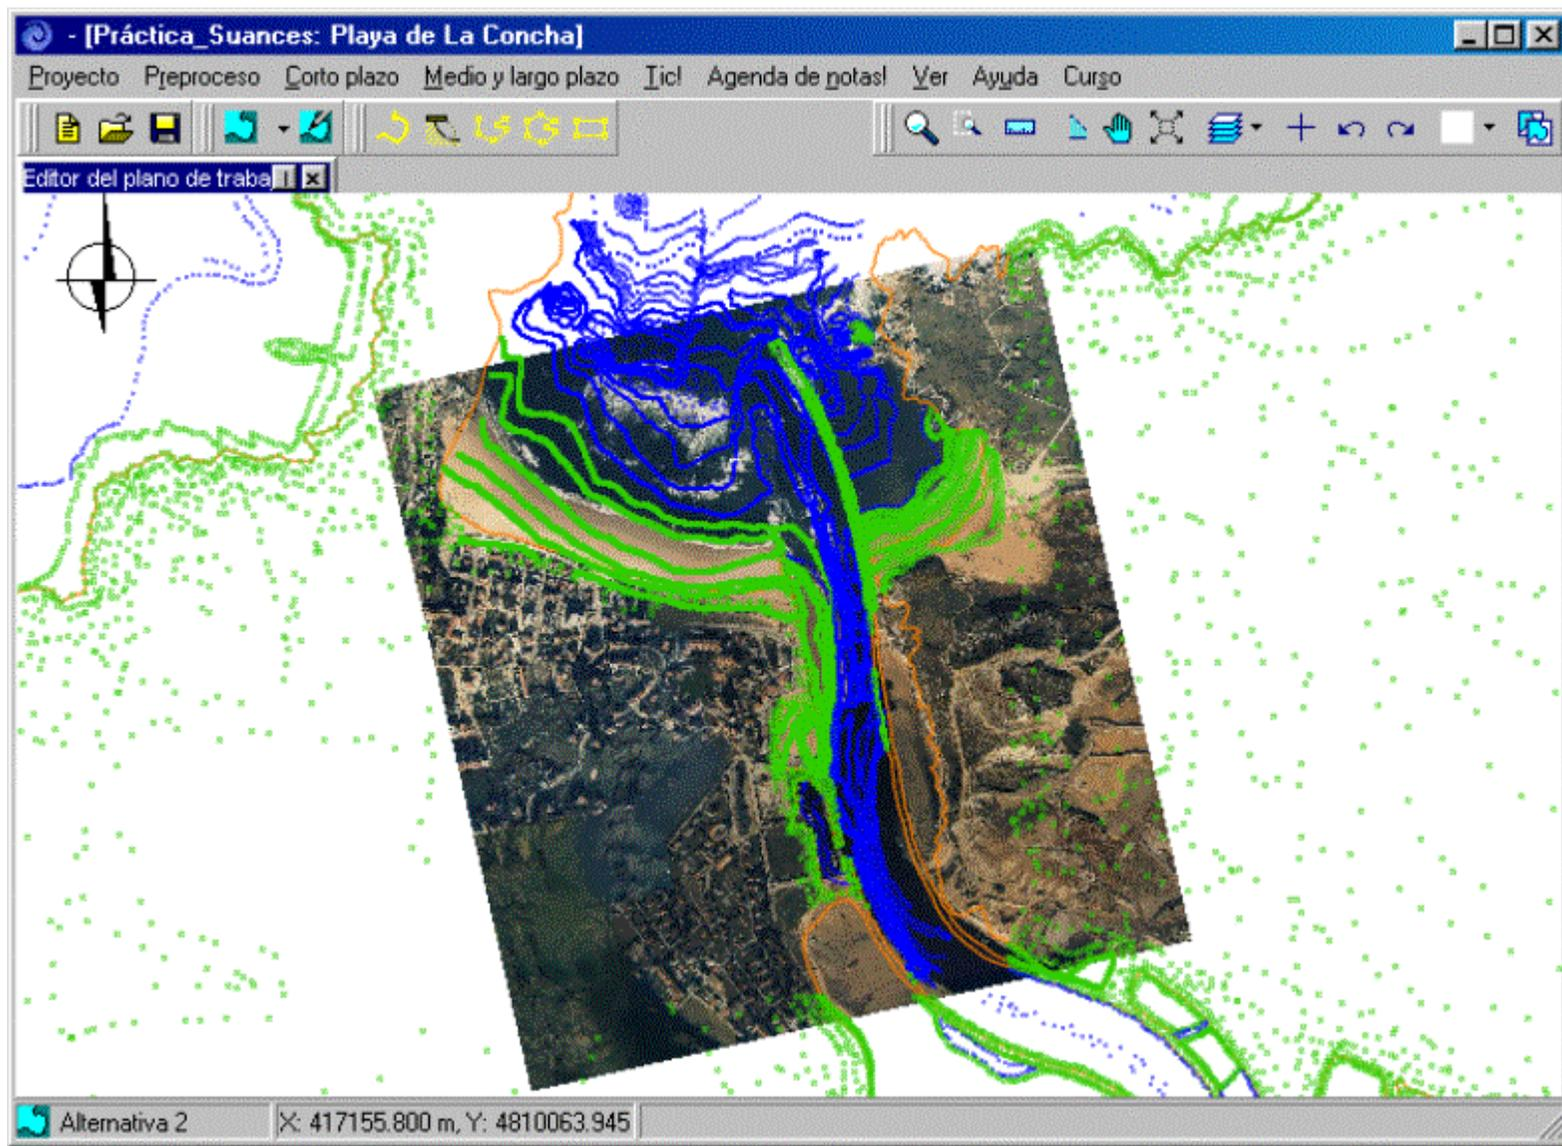

Figura 7.37
- Si abrimos el editor del plano de trabajo y pulsamos el botón “Batimetría de edición”, se visualizará la foto aérea y los puntos batimétricos (ver figura 7.37).